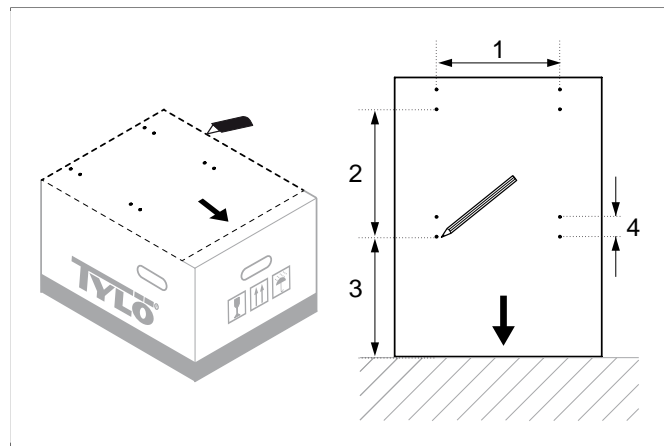

Рисунок 9: Шаблон для сверления
8. Используйте шаблон для сверления, чтобы отметить, где должно быть расположено устройство (см. **Рисунок 9**, страница 5). (Этот шаг не выполняется, если устройство напольное. См. отдельные инструкции для установки ножек устройства (опционально).)